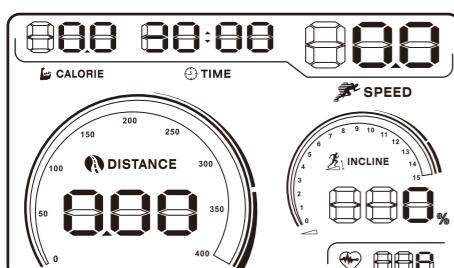

图28
1. 在跑步机处于待机状态下，按面板上的 Training Prog键，此时屏幕上的时间窗口闪烁，默认的时间为30分钟，按SPEED（速度）的+（增加）/-（减少）键调整您的理想训练时间。（图28所示）。